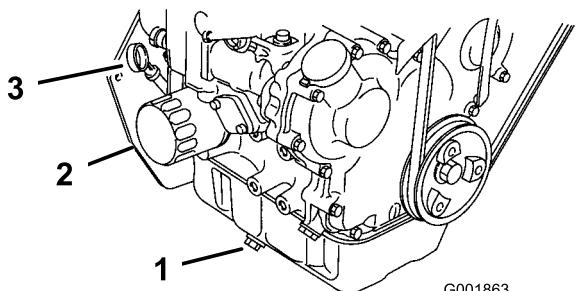

Figura 46
5. Collocate una bacinella sotto lo spugno dell'olio. Togliete il tappo dell'olio e lasciate defluire completamente l'olio (Figura 46).